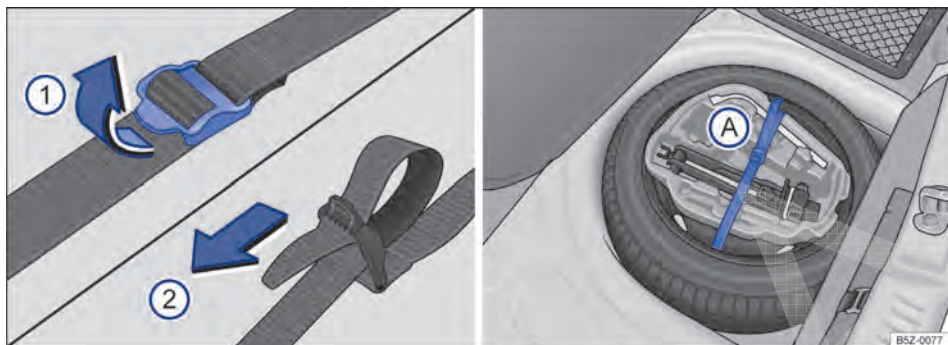

Fig. 160 No compartimento de bagagem: cinta de fixação da caixa de ferramentas e caixa de ferramentas de bordo.
- Para soltar a cinta de fixação → Fig. 160 (A), puxar a fivela no sentido da seta ①.